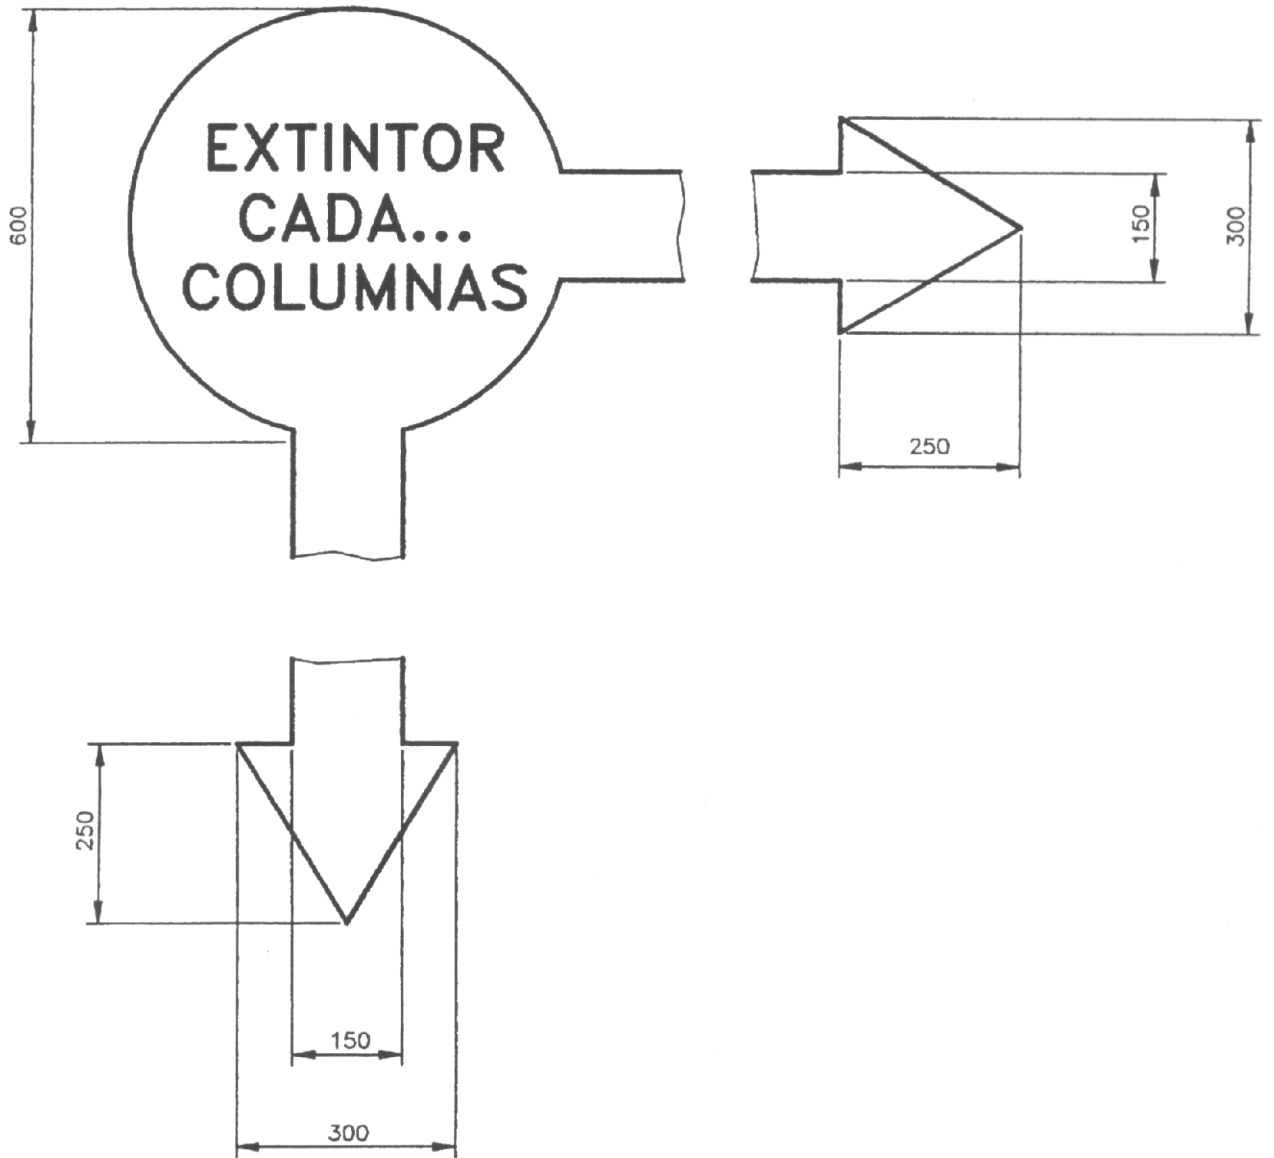

Figura 3
A.2 En las dependencias donde haya de colocarse gran número de extintores, se puede reducir el número de señales mediante discos con la indicación de EXTINTOR CADA COLUMNAS, (Figura 3).